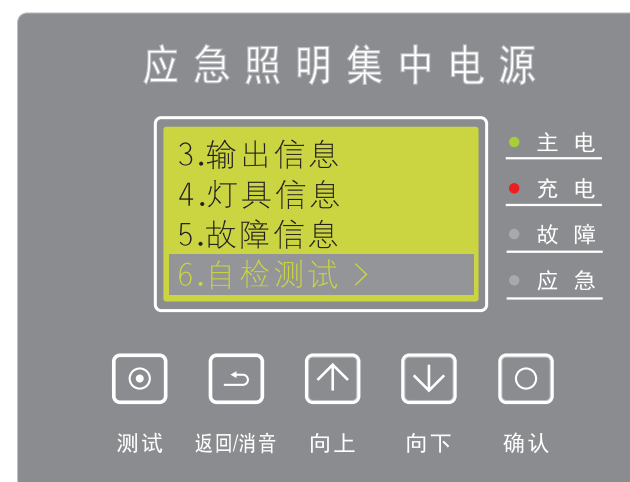

图5.8
(7)、自动检测（模拟市电掉电、模拟月检、模拟年检、手动应急、快速自检）：在主屏下，按【确认】键进入菜单，按【向上/向下】选择【自检测试】，按【确认】键进入（如图5.8）。